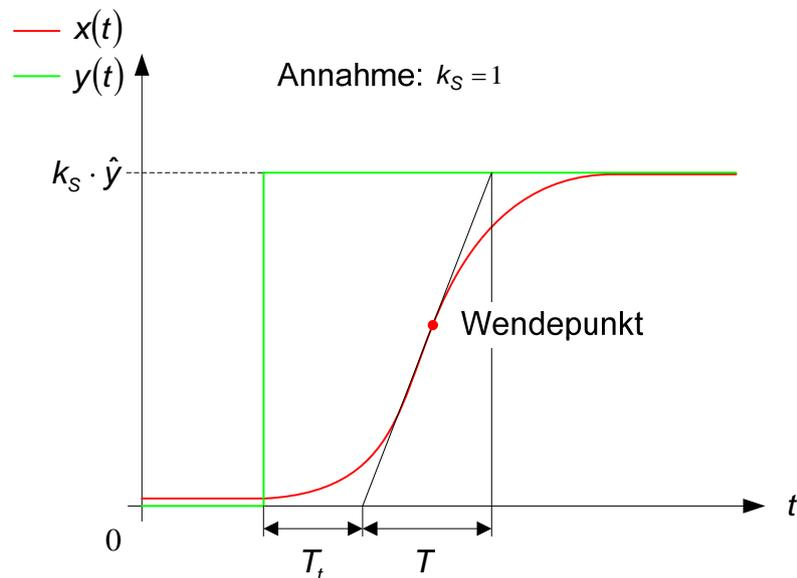

Abbildung 0-5
- 3) Tangente im Wendepunkt der Sprungantwort anlegen und an den Schnittpunkten mit $\dot{x}(t) = 0$ die Verzugszeit T_v und mit \hat{x} die Ausgleichszeit T_g ablesen (Abbildung 0-5).
- 4) statische Streckenverstärkung k_S für $t \rightarrow \infty$ ablesen (Abbildung 0-5).